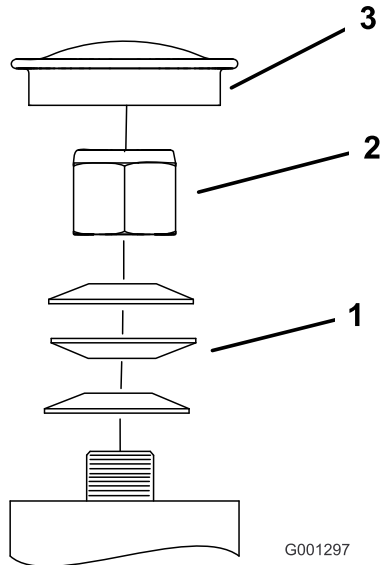

Figura 71
3. Retire el tapón guardapolvo de la rueda giratoria y apriete la contratuerca (Figura 71).
4. Apriete la contratuerca hasta que las arandelas de muelle estén planas, luego afloje $\frac{1}{4}$ de vuelta para establecer la pre-carga correcta de los cojinetes (Figura 71).
Importante: Asegúrese de que las arandelas de muelle están correctamente instaladas, según se muestra en Figura 71.
5. Coloque el tapón anti-polvo (Figura 71).